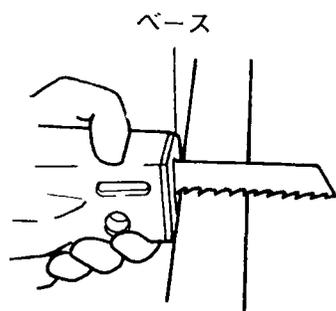

図 12
- (1) 加工物を万力等で確実に固定します。
- (2) ベースを加工物にしっかり押し当ててからスイッチを入れ、徐々に切込んでいきます。(図 12)